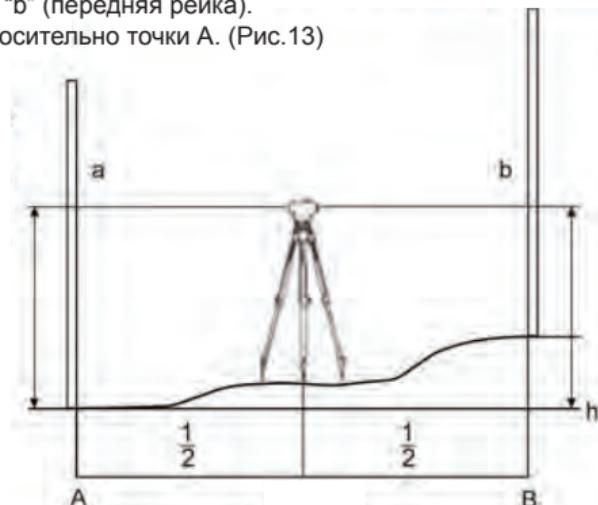

Рис.13
1) Установите прибор приблизительно посередине между точками А и В (Рис.13).
4) Разность отсчетов "a" и "b" является превышением "h" точки В относительно точки А. (Рис.13)